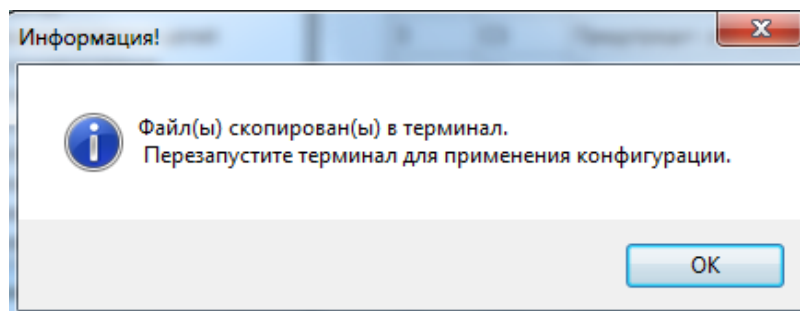

Рисунок 5.6
5.3.4 По окончании копирования отображается информационное окно Файл скопирован в терминал. Перезапустите терминал для применения конфигурации (см. рисунок 5.6).